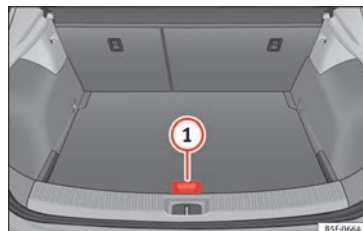

Fig. 183 Maletero: piso variable
- Levante el piso variable por el asidero » » » **fig. 183** ①, tire de él y empuje hacia el respaldo de los asientos posteriores hasta que la parte móvil del piso repose sobre el mismo.